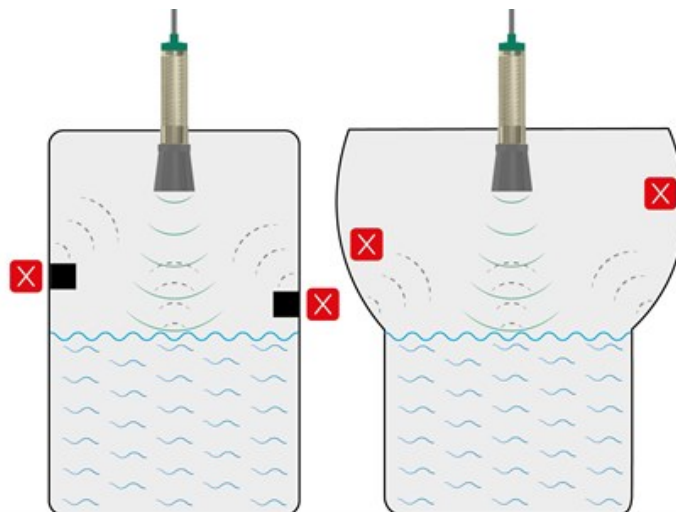

Рисунок 16 - Обнаружение датчиком сторонних\нежелательных объектов
2.11.3 Ультразвуковой датчик может среагировать на сторонние (нежелательные) объекты, находящиеся даже за пределами его зоны обнаружения. В резервуаре не должно быть поверхностей, способных отражать ультразвуковое излучение в сторону датчика (рисунок 16).